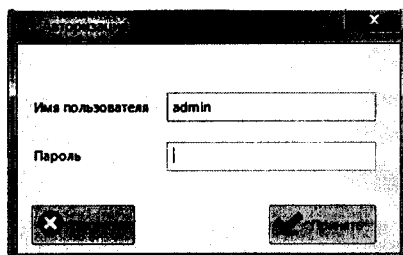

Рисунок 2 - Вход в систем
4.3.2.1 Для запуска программы «Контроль хода и усилия гидродомкрата» на рабочем столе ноутбука необходимо выбрать ярлык и нажать по нему дважды левой клавишей мыши (также программу можно запустить через меню «Пуск» > «Программы» > «ОАО НИИ Контрольприбор» > «Система контроля хода и усилия домкрата» > ярлык «Контроль домкрата»). При успешном запуске появится окно приглашения входа в систему (Рисунок 2), в котором предлагается ввести имя пользователя и пароль для авторизации пользователя. Поверитель должен ввести имя пользователя «admin», пароль «2» и нажать кнопку «Принять»